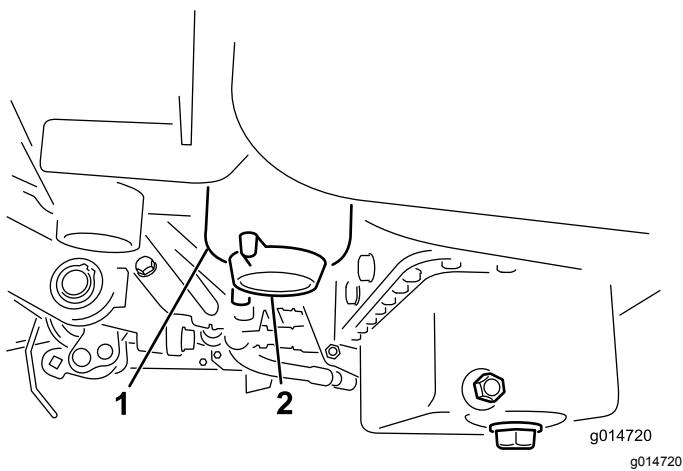

Figura 32
2. Limpie la zona de montaje del cartucho del filtro (Figura 32).
4. Abra el tapón de vaciado del filtro (Figura 32).